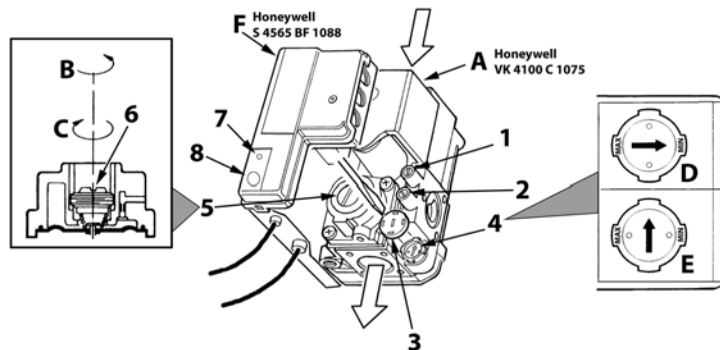

рис. 17 - Регулирование давления
На котле PEGASUS D можно регулировать тепловую производительность топки и, следовательно, тепловую мощность, передаваемую воде системы отопления; это делается исключительно путем регулировки основной горелки с помощью газового вентиля (см. рис. 17). На графиках, приведенных в параграфе сар. 5.2, показано изменение передаваемой воде тепловой мощности в зависимости от изменения рабочего давления горелки. Возможность приведения мощности котла в соответствие с реальными потребностями отопления означает, прежде всего, снижение потерь и экономию топлива. Кроме того, при регулировке мощности, регламентированной также стандартом, котлы сохраняют значения КПД и характеристики сгорания почти без изменений.
1. С помощью небольшой отвертки снимите защитный колпак 5 вторичного привода газового вентиля рис. 17.
2. Подключите манометр к клемме давления 2 (рис. 17), расположенной после газового вентиля, затем переведите ручку термостата котла на максимум.
3. Регулируйте давление с помощью винта 6 (рис. 17) на желаемое значение, руководствуясь диаграммами, приведенными в параграфе сар. 5.2.
2. Снимите с газового вентиля маленький защитный колпак 3 (рис. 17). С помощью маленькой отвертки регулируйте "СТУПЕНЬ" розжига на основании выбранного для работы газа (G20-G25 положение D рис. 17 или G30-G31 положение E рис. 17); установите защитный колпак на место.
- Спустите воздух из газопроводных труб через штуцер отбора давления 1 газового вентиля (рис. 17).